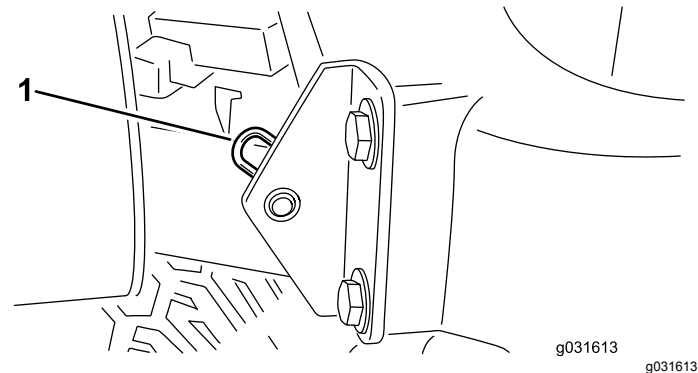

Figure 76
2. Retirez la goupille fendue qui fixe le pivot de capot aux supports (Figure 76).